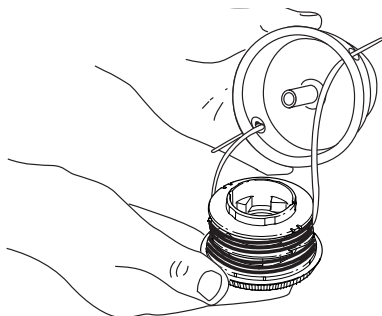

Fig. 22
3. Inserte los extremos de la línea de corte del nuevo carrete interior dentro de los ojajillos de la bobina exterior (Fig. 22). Coloque el nuevo carrete interior con la flecha hacia arriba dentro de la bobina exterior.